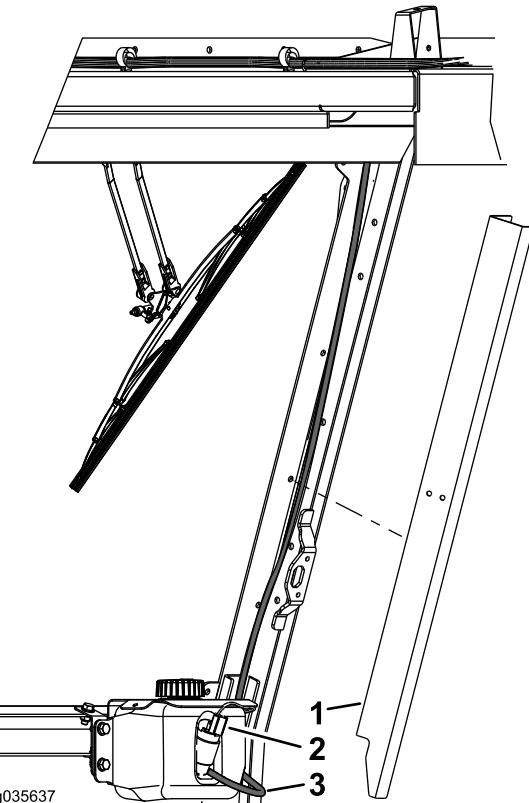

Рисунок 8
3. Снимите кожух со стойки (Рисунок 8).
4. Установите шланг, идущий к насосу в бачке, и проложите его к электродвигателю стеклоочистителя (Рисунок 8).
5. Подсоедините жгут проводки к насосу в бачке (Рисунок 8).
9. Установите кожух на стойку (Рисунок 8).